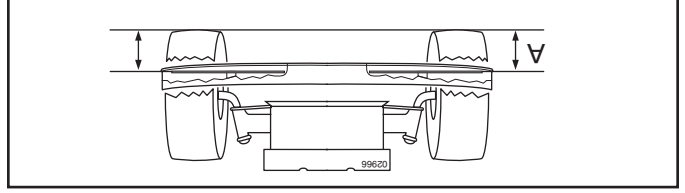

FIG. 21
- AJUSTEMENT LATÉRAL DE PRÉCISION (Voir la Fig. 21)
- D'un côté et de l'autre de la tondeuse, placez la lame de côté et mesurez la distance (A) du bord inférieur de la lame jusqu'au sol. La distance devrait être la même des deux côtés.